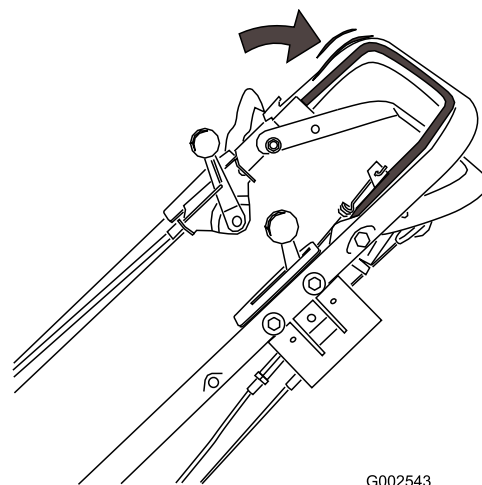

Figure 13
- Serrez et maintenez la barre de commande de la lame contre le guidon (Figure 13).